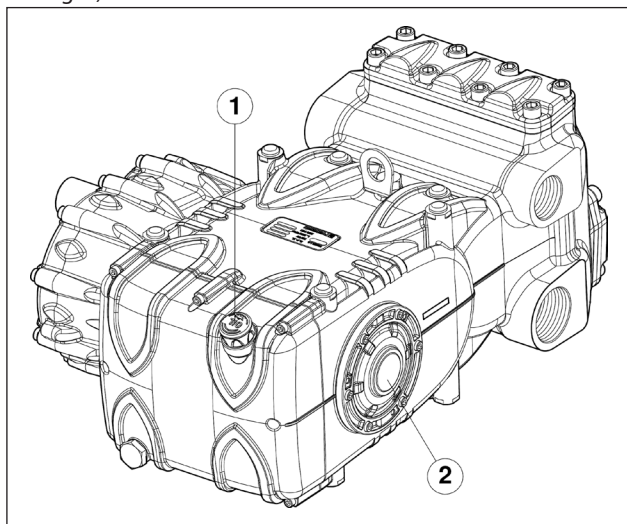

Fig. 8
5. El aceite en el cárter de la bomba se encuentre a nivel verificándolo con la correspondiente varilla (pos. ①, Fig. 8) y de forma excepcional con el testigo de nivel (pos. ②, Fig. 8).